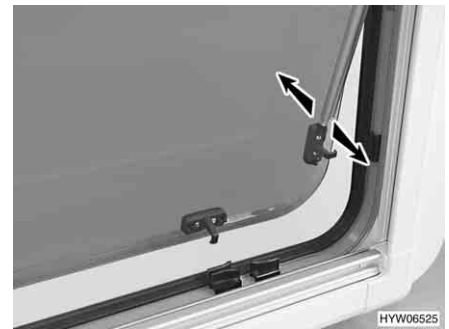

Bild 71 Ausstellfenster mit Automatik-Aussteller
- Das Ausstellfenster bis zur gewünschten Raststellung öffnen. Der Automatik-Aussteller (Bild 71) rastet selbstständig ein.